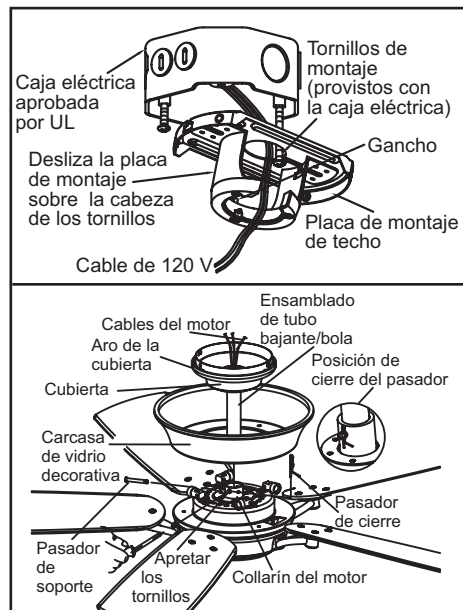

Figura 9
- Inserta los cables que salen por la parte superior del motor del ventilador a través de la carcasa de vidrio decorativa. Después pasa los cables a través del anillo y la cubierta. Luego pásalos a través del ensamblado de tubo bajante y bola (Figura 9).
- Alinea los orificios en la parte inferior del tubo bajante con los orificios en el collarín de la parte superior de la carcasa de motor (Figura 9). Inserta con cuidado el perno a través de los orificios del collarín y del tubo bajante. Ten cuidado de no apretarlo contra el cableado dentro del tubo bajante. Inserta el pasador tipo horquilla en el orificio cercano al extremo del pasador de soporte hasta encajarlo en su posición como se muestra en el círculo de la Figura 9.
1. Pasa los cables de suministro de 120 voltios a través del orificio central en el soporte de montaje de techo como lo muestra la Figura 9.
2. Instala la placa de montaje del techo en la caja eléctrica deslizando la placa de montaje sobre los dos tornillos provistos con la caja eléctrica (Figura 9). Si es necesario, usa arandelas niveladoras (no incluidas) entre la placa de montaje y la caja eléctrica. Nota que el lado plano de la placa de montaje está hacia la caja eléctrica.